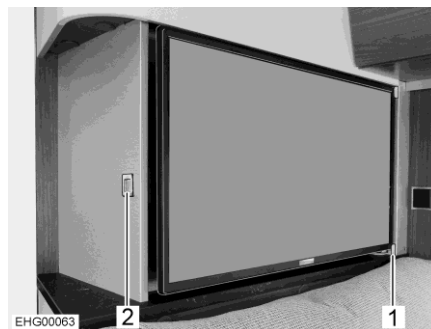

Bild 59 Flachbildschirm
Der Flachbildschirm ist seitlich mit einer Führungsschiene (Bild 59,1) gesichert.
- Entriegelungstaste (Bild 59,2) drücken.
- Flachbildschirm aus der Führungsschiene (Bild 59,1) in gewünschte Position ziehen.
- Flachbildschirm zurückschieben, bis er seitlich in die Führungsschiene (Bild 59,1) einrastet.